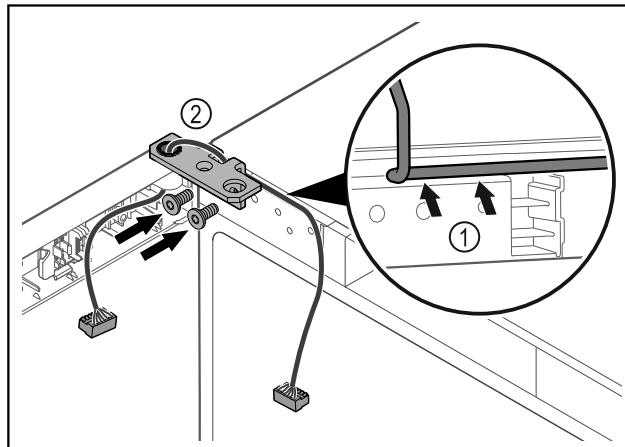

Fig. 46
- Кабель провести через віймку шарнірного кутика і обережно прокласти Fig. 46 (1).
- Накрутити шарнірний кутик Fig. 46 (2).